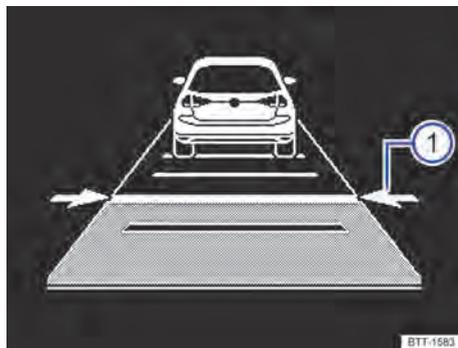

Fig. 102 No display do instrumento combinado: ajustar a distância (representação esquemática, o ACC regula).
O display do instrumento combinado exibe o nível ajustado → Fig. 102 ①. Observar os requisitos para a distância mínima específicos.